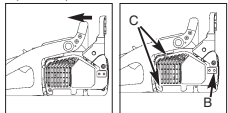

Fig. 3B
1. Stellen Sie sicher, dass der Kettenbremshebel zur Position ENTKUPPELT zurückgezogen ist (Abb. 3B).